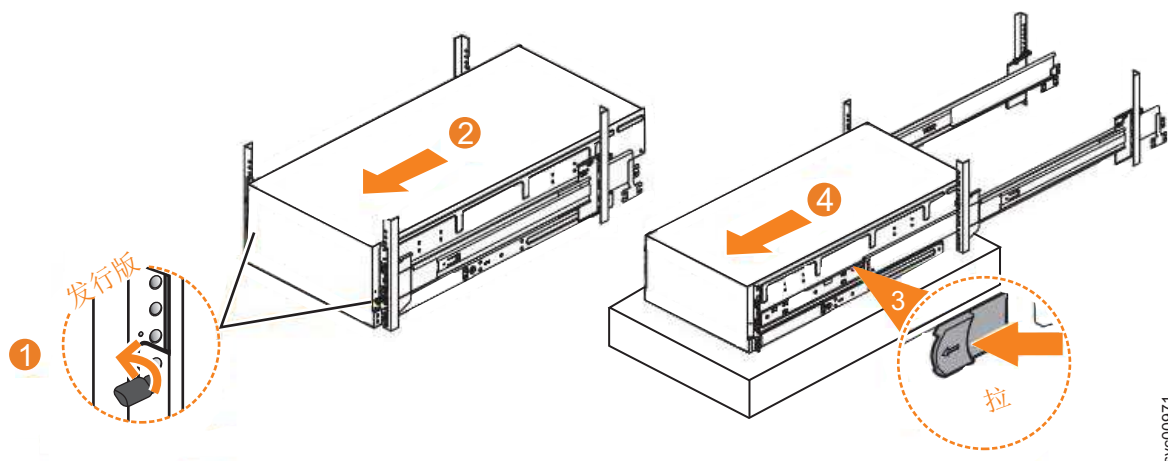

图 85. 从机架中卸下 2077-92F 机柜
1. 拧松机柜前部用于固定的指旋螺钉（**1**），如图 85 中所示。
2. 小心地从机架中向前滑出机柜（**2**），如图 85 中所示。
3. 找到机柜前部附近的左侧和右侧蓝色松开卡口。向前拉动这两个松开卡口以解锁抽屉装置（如图 85 中的 **3**）。
4. 从机架中滑出机柜和内部导轨构件（图 85 中的 **4**）。